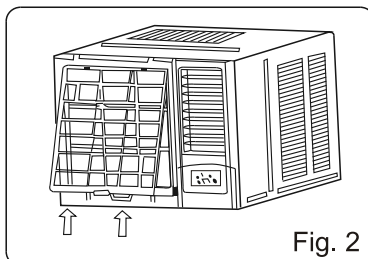

Fig. 2
3. Entnehmen Sie den Luftfilter (Fig. 2)